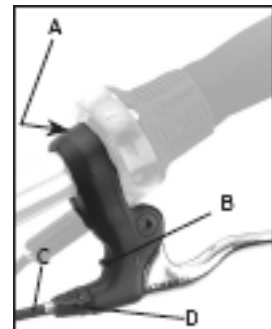

Figure 26 - Boulon de serrage du levier de frein, type montagne
1. Localisez la vis de réglage de la course (figure 26) et faites-la tourner.